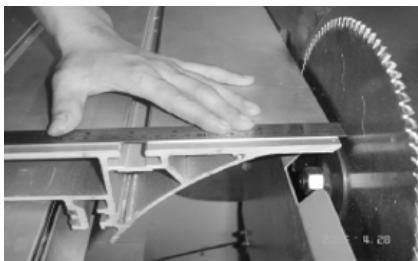

Рис. 19-1
3. Сдвиньте подвижный стол до конца в одну сторону. С помощью точной линейки измерьте зазор между краем стола и отметкой на диске (Рис. 19-1).